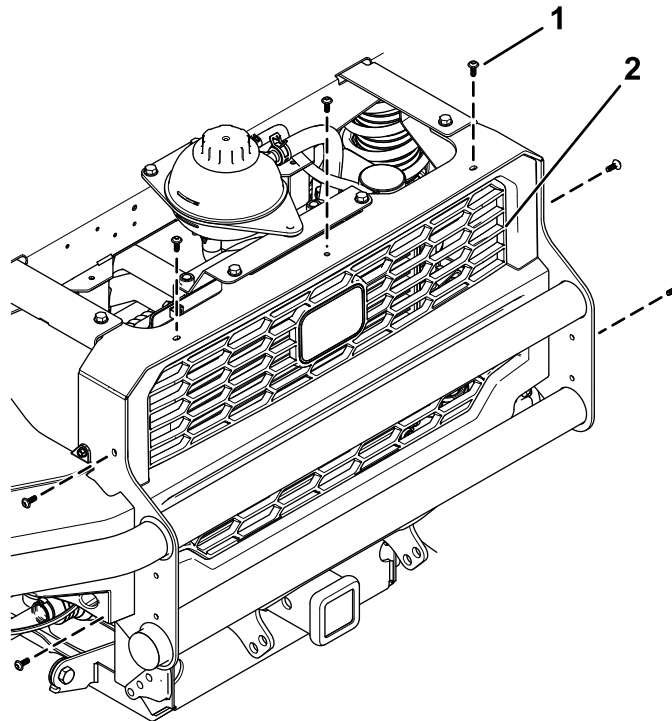

Figura 82
5. Rimuovete le 7 viti che fissano la griglia, e rimuovete la griglia (Figura 82).
7. Installate la griglia usando le 7 viti rimosse in precedenza (Figura 82).